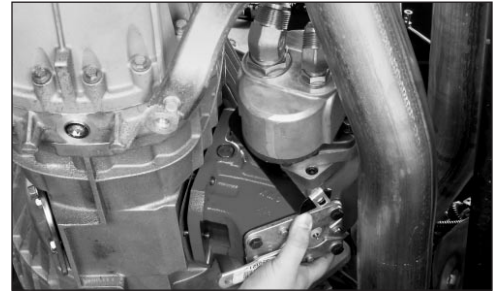

Fig. 12
14. Fije la toma de fuerza/bomba a la transmisión (Fig. 12).